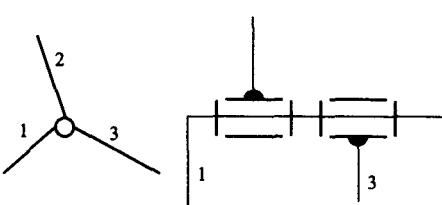
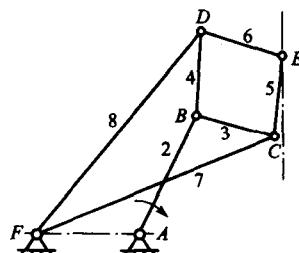

图 2-1 复合铰链
图 2-2 含复合铰链的机构
(2) 计算机构自由度的注意事项:
① 复合铰链。两个以上构件在同一处以转动副连接,构成复合铰链(图 2-1)。三个构件组成复合铰链,共构成两个转动副。 $m$  个构件以复合铰链相连接,转动副数目等于  $(m-1)$  个。图 2-2 所示的机构中,  $B$ 、 $C$ 、 $D$ 、 $F$  四处都是由三个构件构成复合铰链,各有两个转动副。